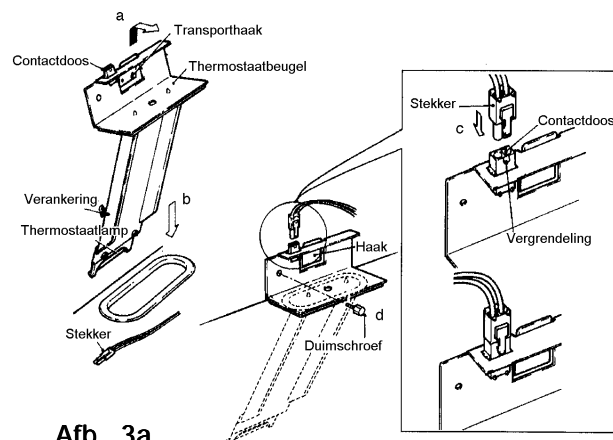

Afb. 2
- 4) Haal de twee universele beugels en bouten om de ijsdispenser aan de bak vast te maken uit het accessoirepakket. (Zie fig. 2).